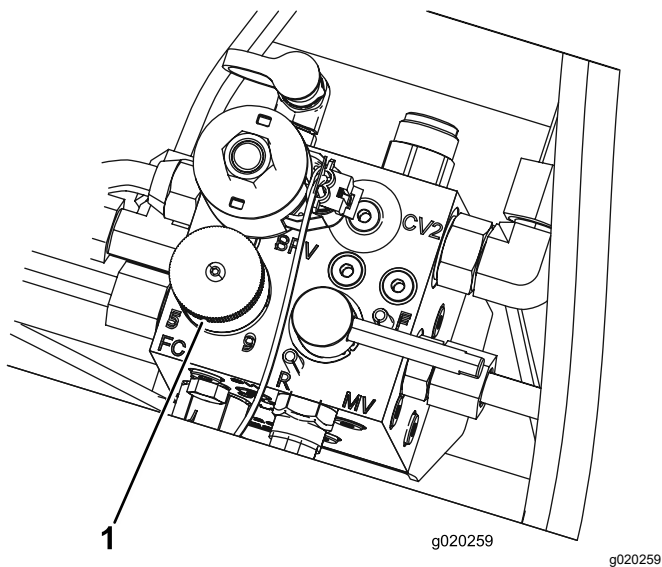

図 33
4. リールの速度を設定するには、ノブ **図 33** を回して、ノブの矢印を、所定の番号に合わせます。